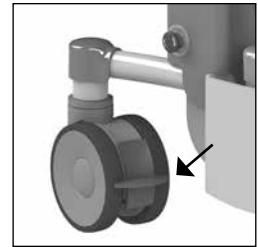

Abbildung 3 Steuerungsrolle.
- Der Elexo XXL Stuhl ist standardmäßig mit einer Steuerungsrolle versehen, die sich an der linken Vorderseite befindet (Siehe Abbildung 3). Die Richtung der Rolle kann blockiert werden, wenn die grüne Lippe an der Rolle eingedrückt wird. Dies macht das Schieben über einen längeren Zeitraum einfacher, weil der Stuhl weniger zur Seite driftet.